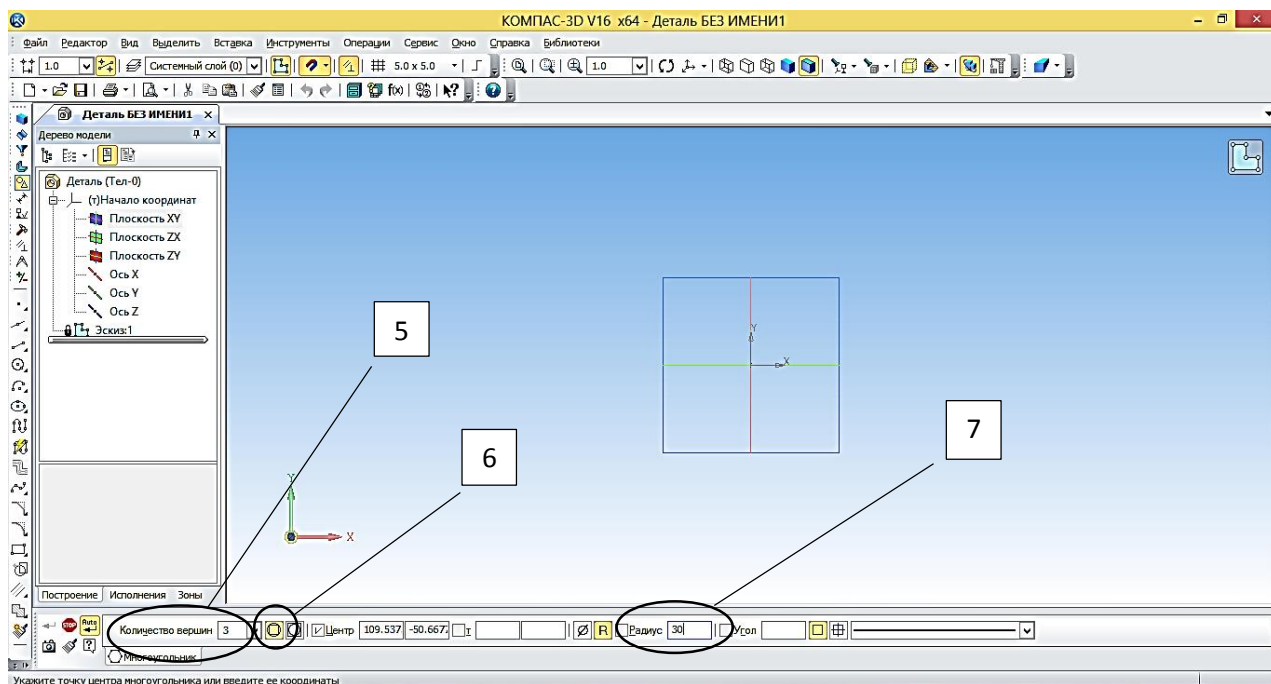

Рисунок 11 – Выбор параметров построения многоугольника
10. в поле радиус введите значение 30 (рисунок 11);